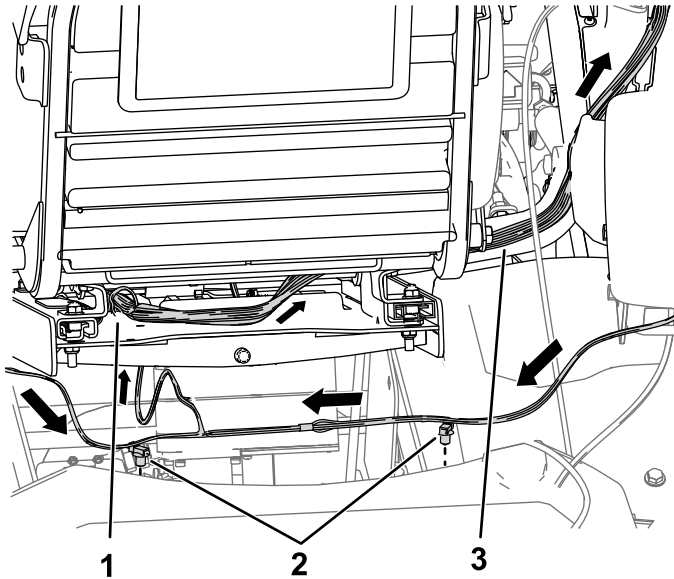

图 3
5. 找到线束上的 2 个推进式紧固件并将紧固件安装到机架管图 3。
6. 将剩余的线束腿向上穿过座椅底板底部然后沿着机器线束朝向控制台布置图 3。